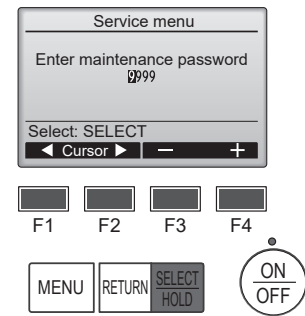

Fig. 7-3
- ① Sélectionnez "Service" dans le menu général puis appuyez sur le bouton [SELECT/HOLD].
- ② Lorsque le menu SAV est sélectionné, une fenêtre vous invitant à saisir le mot de passe apparaît. (Fig. 7-3)